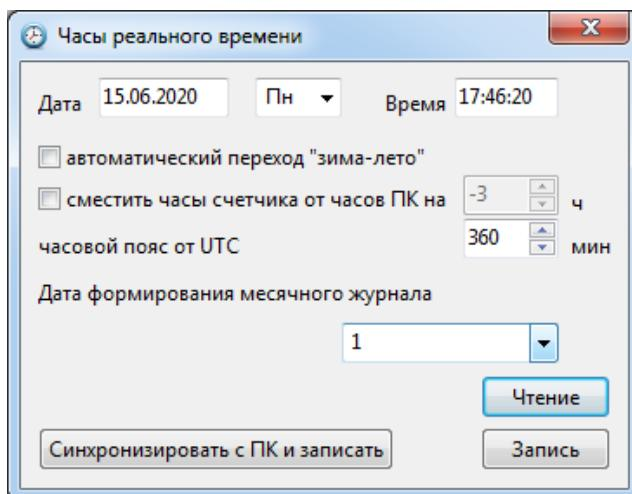

Рисунок 11. Окно «Часы реального времени»
6.3.3. Проверить состояние часов реального времени счетчика и изменить его, а также часовой пояс счетчика и дату формирования месячного журнала можно в окне «Часы реального времени» (рисунок 11), пункт меню «Теплосчетчик | Часы реального времени».